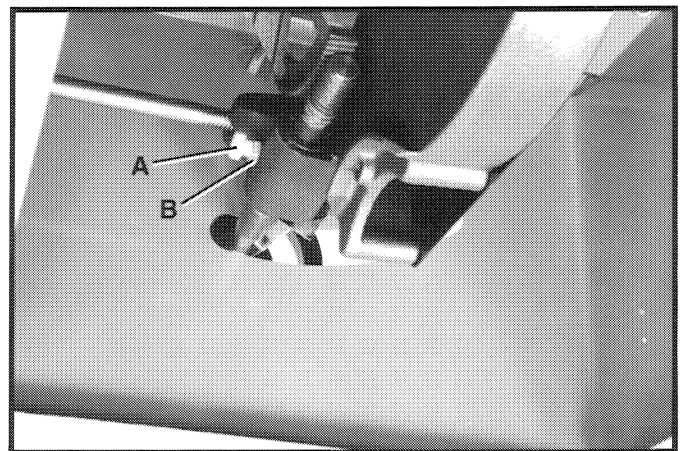

Fig. 66
2. Localie el tornillo de nilón (A) Fig. 66 directamente detrás del tablero delantero de la sierra adyacente al volante de elevación de hoja en el montaje del carro.
3. Afloje la tuerca de cierre (B) Fig. 66, gire el tornillo de nilón (A) según sea necesario para ajustar la resistencia en el eje de elevación de hoja y afiance la tuerca de cierre (B) después de haber realizado el ajuste.